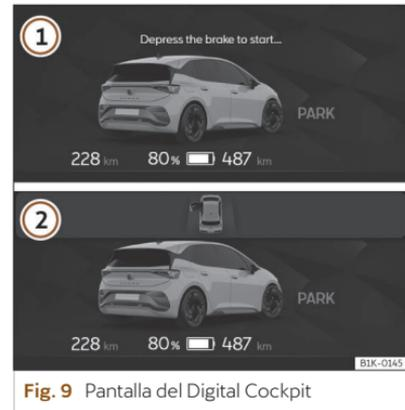

Fig. 9 Pantalla del Digital Cockpit
- Con el sistema de propulsión inactivo, el Digital Cockpit muestra la imagen del CUPRA Born >>> **fig. 9**